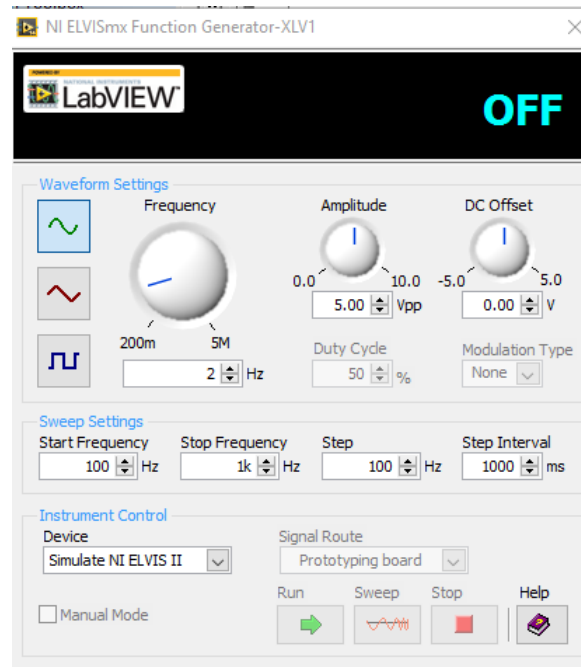

Figura 2: Señal de entrada para el circuito rectificador de onda completa
2. Construya el circuito de la Fig. 1, donde la señal de entrada está dada en la figura 2. Es decir, se trata de una señal senoidal con una amplitud de 5 Vpp y una frecuencia de 2 Hz.